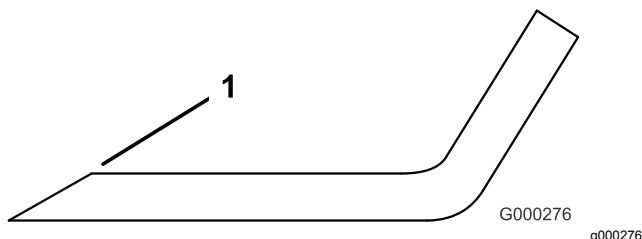

Figure 118
- Examinez les tranchants de toutes les lames et aiguisiez-les s'ils sont émoussés ou ébréchés (Figure 118).
Remarque: N'aiguissez que le haut du tranchant et conservez l'angle de coupe d'origine pour obtenir une coupe nette (Figure 118). Limez la même quantité de métal sur les deux tranchants pour ne pas déséquilibrer la lame.